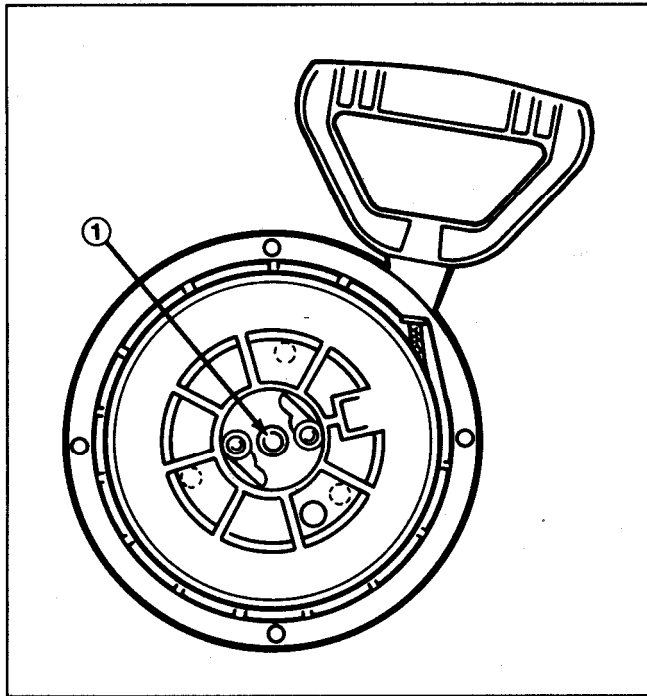

Figure 3
b. En utilisant le trou central de l'ensemble de poulie comme guide (Fig. 3), percez un trou de 6,35 mm (1/4 de pouce) de diamètre dans le boîtier.